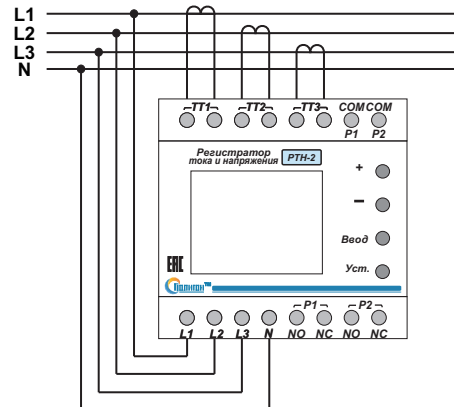

Рис.8. Схема подключения РТН-2 к сети.
3.2.2. Произвести подключение контролируемой сети согласно маркировке (Рис. 8): L1, L2, L3 фазы; N нейтраль; ТА1...ТА3 вторичные обмотки трансформаторов тока; реле Р1(событие по току - срабатывает при превышении установленного порога по току) и Р2 (событие по напряжению - срабатывает при превышении/уменьшении напряжения выше/ниже порога по напряжению). Сечение подключаемых проводов должно быть не менее 0,75 мм. кв.